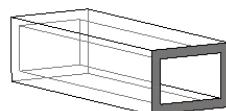

图 5.2.11 “薄壁”特征
- **薄壁类型：**按下“薄壁特征类型”按钮 ，可以创建薄壁类型特征。在由截面草图生成实体时，薄壁特征的截面草图则由材料填充成均厚的环，环的内侧或外侧，或中心轮廓线是截面草图，如图 5.2.11 所示。